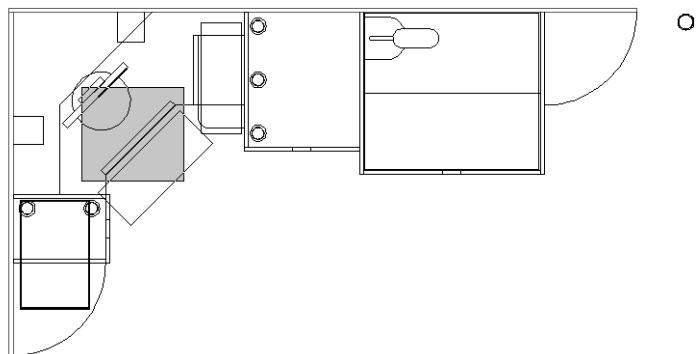

Рис. 6.15 ▼ Использование рамки выделения для выделения контура порога
1. Охватите рамкой выделения контур порога, как показано на рис. 6.15. При этом будьте внимательны, чтобы внутри рамки выделения не оказались целиком другие объекты! Если после второго щелчка мышью окажутся выделенными элементы чертежа монитора, нажмите **Esc** для снятия выделения и повторите все сначала.